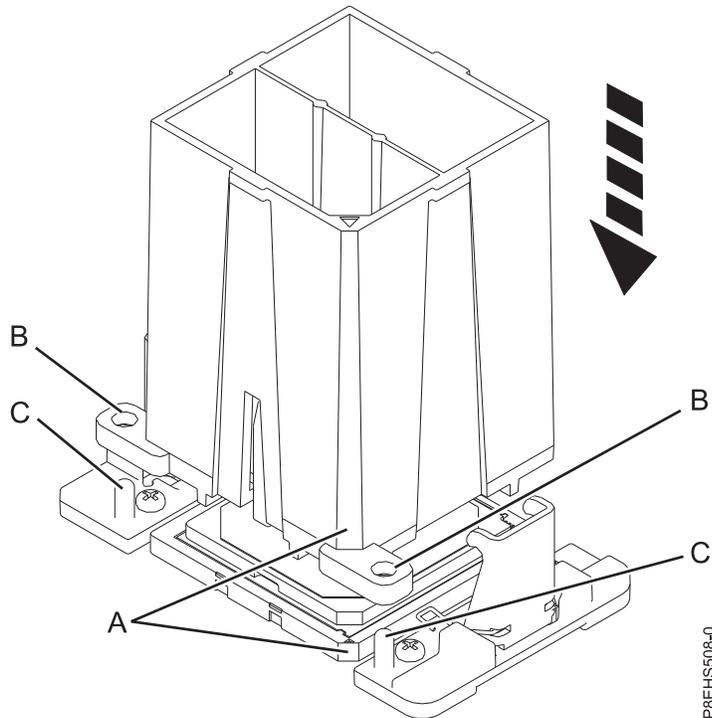

Figura 91. Bajar la herramienta de extracción en el módulo del procesador del sistema
- a. Utilizando la herramienta de extracción proporcionada (número de pieza 01AF101), alinee la esquina biselada (**A**) de la herramienta con la esquina biselada del módulo del procesador del sistema tal como se indica en Figura 91 en la página 84.